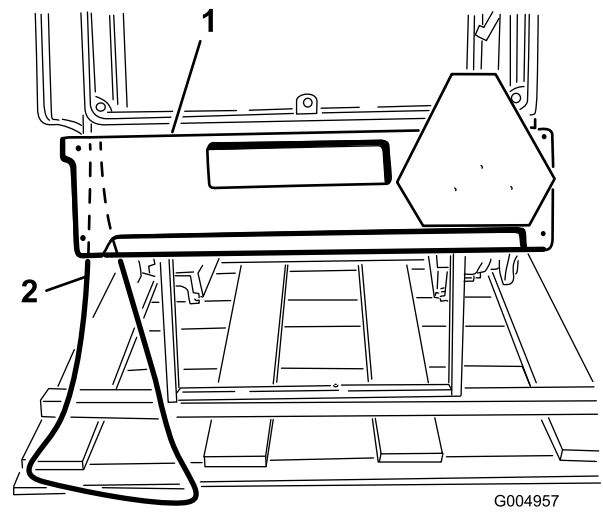

Figure 10
1. Pour accéder aux flexibles d'alimentation du chauffage, retirez les vis qui fixent l'arrière des panneaux latéraux et le panneau arrière à l'ensemble cabine et déposez le panneau arrière (Figure 10). Ne déposez pas les panneaux latéraux.
2. Sur le coin arrière gauche de l'ensemble cabine, localisez l'étiquette sur le flexible portant la mention « Pressure » (pression) (Figure 10).